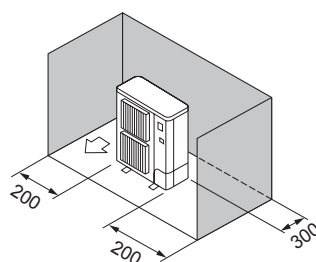

Fig. 2-8
- ③ Kliūtys tik gale ir šonuose (Fig. 2-8)